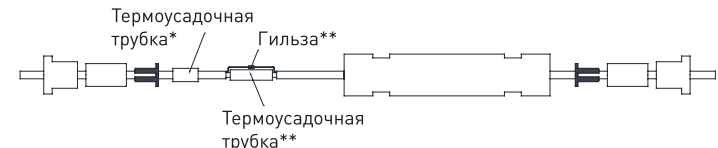

Рис. 14
8.1.4 Отогнуть «жгуты» из оплетки от оболочек кабелей и вставить в гильзу** (для RGN 01 01 и RGN-02-01 гильза длиной 8 мм), концы «жгутов» не должны выступать за торцы гильзы**. Опрессовать гильзу** с помощью ручного кримпера (см. рисунок 14).